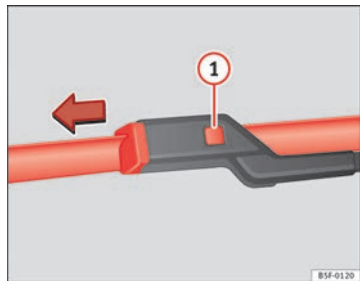

Fig. 118 Remplacement des balais d'essuie-glace.
- Laissez appuyée la touche de déverrouillage ⇒ fig. 118 ① et tirez ensuite légèrement sur le balai dans le sens indiqué par la flèche.